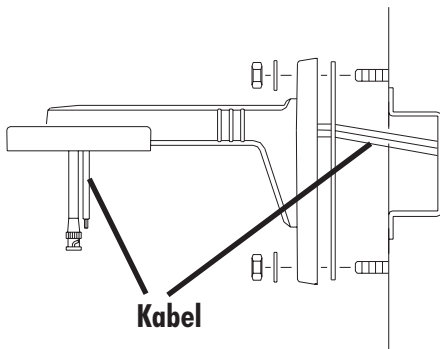

Abb. 1
- Führen Sie die Kabel durch die Wandhalterung (s. Abb. 1 und 3).